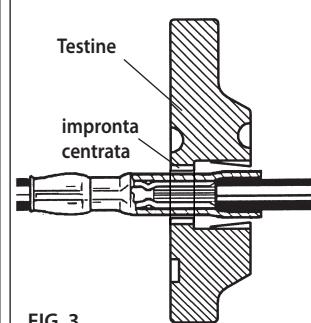

FIG. 3
- Bei Quetschverbünden, die Verpressung für das gegenüberliegende Ende wiederholen (Bild 3).
- En el caso de empalmes, proceder igualmente en la compresión de la otra extremidad (Fig. 3).
- Nel caso dei giunti, procedere analogamente per la compressione dell'altra estremità (Fig. 3).